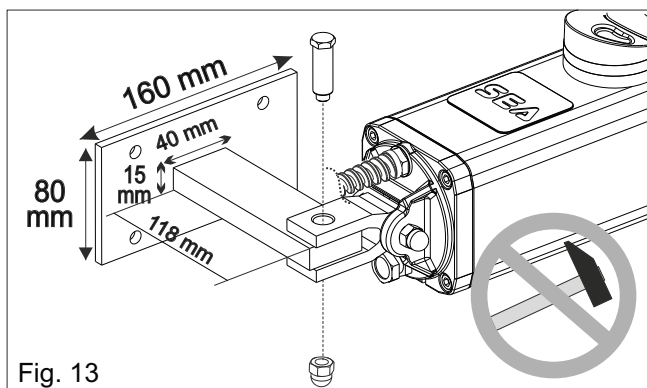

Fig. 13
- Fixer la fourche oscillante comme en Fig. 13